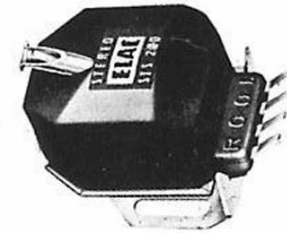

Fig. 19
6.2 Hi-Fi-Magnet-Tonabnehmer (Fig. 19)